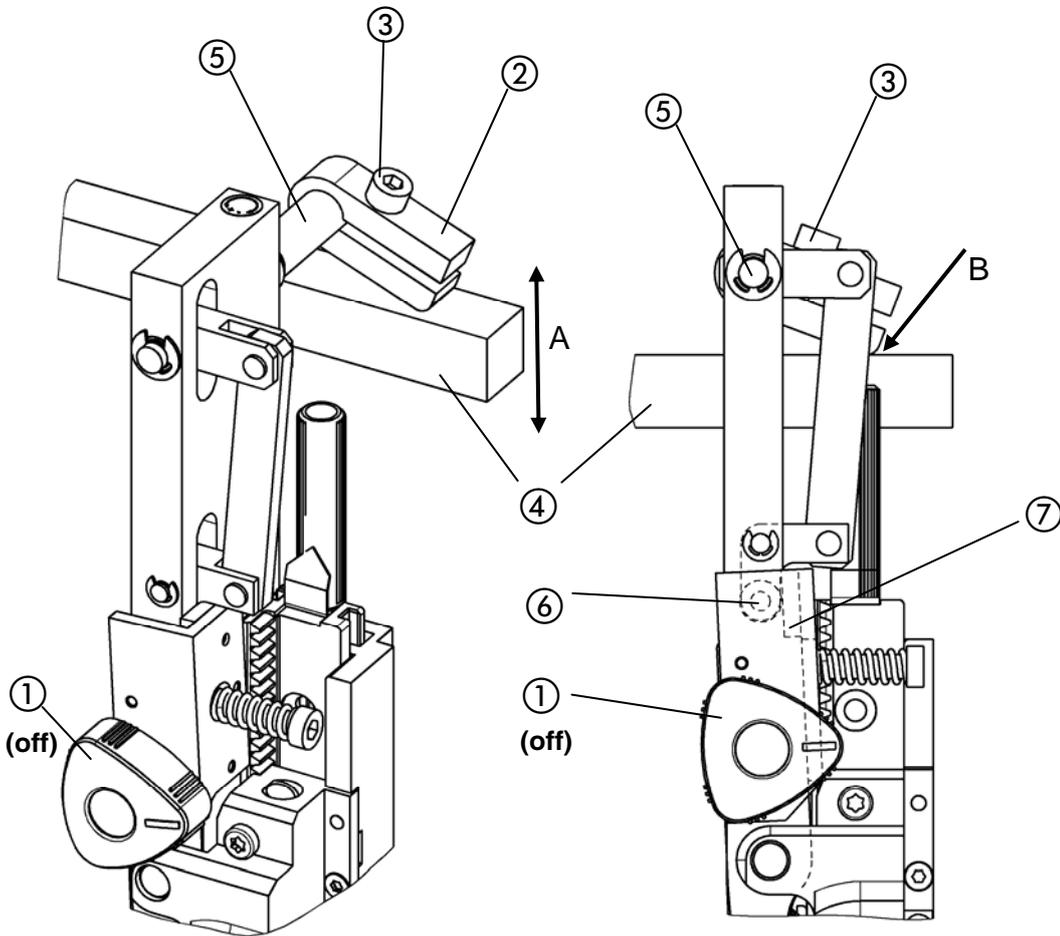

Abb. 22
- Abb. 22 -
- Drahttransport am Dreikantgriff ① abstellen (Markierungsstrich zeigt wie in Abb. 22 nach rechts).
- Klemmung des Schaltsegments ② an der Schraube ③ lösen.
- Hubbalken ④ (Schaltauslösung bei Fehlbogen) nach oben betätigen (**Pfeil A**).
- Achse ⑤ des Schaltsegments nach links (gegen Uhrzeiger) drehen, bis die untere Wippe ⑥ mit dem Lager am Transporthebel ⑦ ansteht.
- gleichzeitig Schaltsegment ② auf dem Hubbalken ④ aufliegen lassen (**Pfeil B**) und Schraube ③ festziehen.
- Hubbalken ④ wieder nach unten drücken (**Pfeil A**).
- Drahttransport am Dreikantgriff ① wieder anstellen (Markierungsstrich zeigt nach oben oder nach unten).